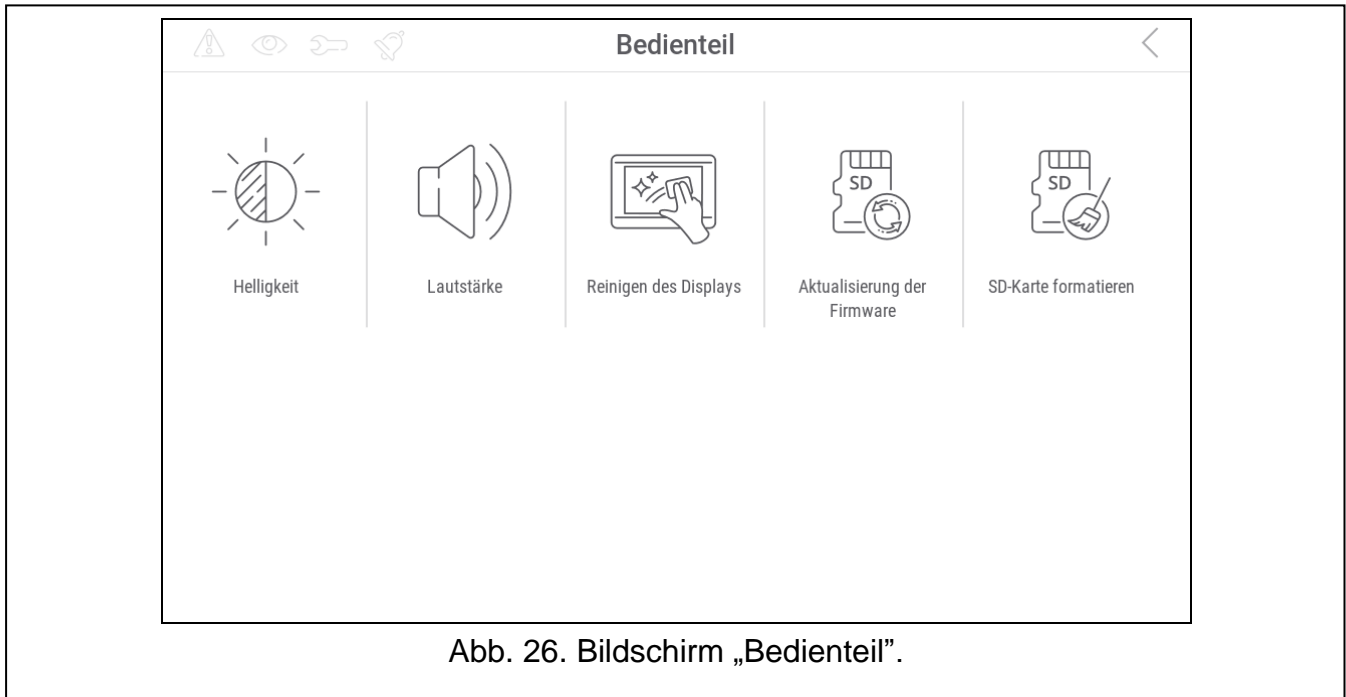

Abb. 26. Bildschirm „Bedienteil“.
6. Tippen Sie auf die Funktion „Bedienteil“. Es wird der Bildschirm „Bedienteil“ angezeigt (Abb. 26).
3. Tippen Sie auf die Funktion „Bedienteil“. Es wird der Bildschirm „Bedienteil“ angezeigt (Abb. 26).